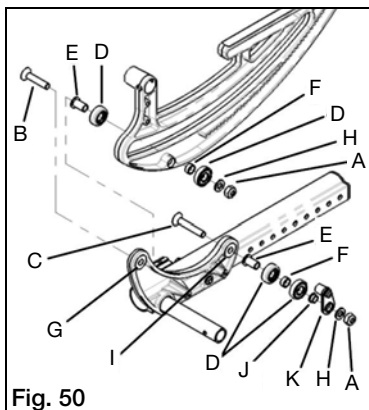

Fig. 50
- Utilizando una llave de 17mm y una llave Allen de 6mm, afloje y retire las cuatro tuercas de seguridad del rodamiento (Fig. 50:A).
- Retire los tornillos de cabeza plana (Fig. 50:B y C) de subensamblajes del rodamiento.
- Utilizando nuevos rodamientos/forros (Fig. 50:D), deslice espiga de rodamiento (Fig. 50:E) a través de un subensamblaje de rodamiento/forro, como se muestra.
- Coloque espiga con el rodamiento/forro a través de la ranura en el bastidor giratorio desde el exterior y del espaciador deslizante (Fig. 50:F) y segundo rodamiento/forro sobre la espiga. "Narices" de forros del rodamiento deben enfrentarse entre sí.
- Alinee agujero de la espiga del rodamiento con el agujero delantero en la placa de rodamiento de la base del bastidor (Fig. 50:G) y deslice un tornillo de cabeza plana de 10mm x 50mm (Fig. 50:B) a través de la espiga.
- Instale las arandelas (Fig. 50:H) y la contratuerca (Fig. 50:A) de nuevo en el tornillo de cabeza plana, apriete con la mano.
- Instale espiga del rodamiento a través de taladros de dos rodamientos más con espaciador (Fig. 50:F) en el medio, como en el paso e anterior.
- Deslice un tornillo de cabeza plana de 10mm x 60mm (Fig. 50:C) a través de agujeros de la placa de rodamiento trasero (Fig. 50:I) como se muestra. Repita en el lado opuesto de la silla.
- Establecer bastidor giratorio en ambos juegos de rodamientos, situando cresta en la base del bastidor giratorio en la ranura entre los forros de rodamiento. Instale el buje giratorio (Fig. 50:J) con la brida hacia el rodamiento, y deslice placa de eslabón giratorio (Fig. 50:K) sobre el buje giratorio con retén de rodamiento anidado en el interior de la ranura del bastidor giratorio. Asegure con la arandela (Fig. 50:E) y la contratuerca (Fig. 50:A). Repetir en el lado opuesto de la silla.